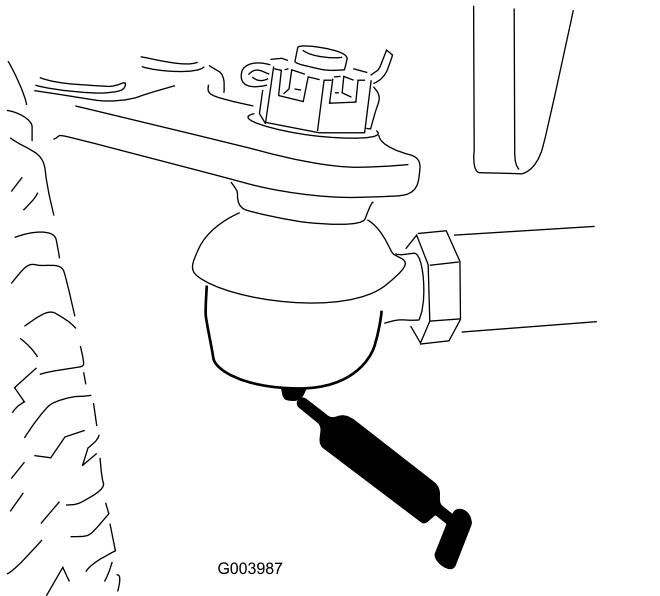

Figure 108
- Bielle d'essieu arrière (2) (Figure 108).